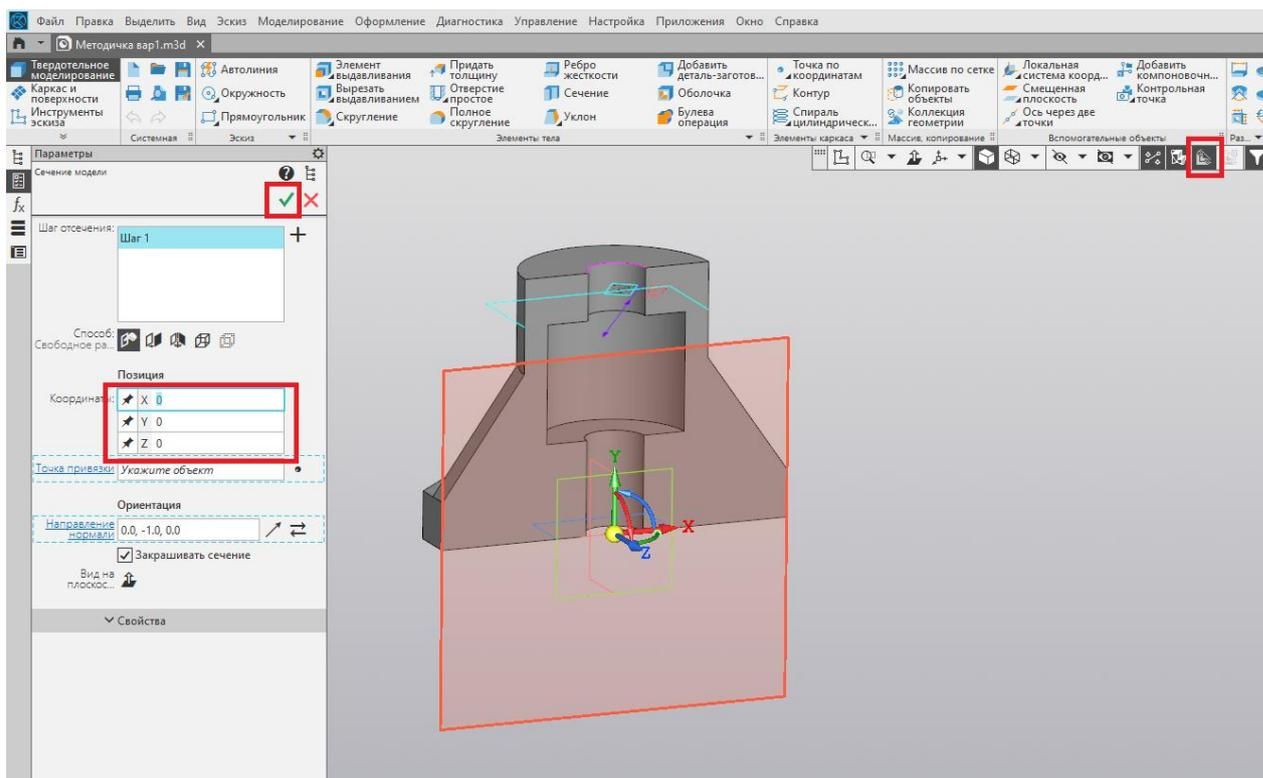

Рис. 31
28. Для того, чтобы увидеть внутреннее строение детали, используем пиктограмму «Отобразить сечение модели» (рис. 31).